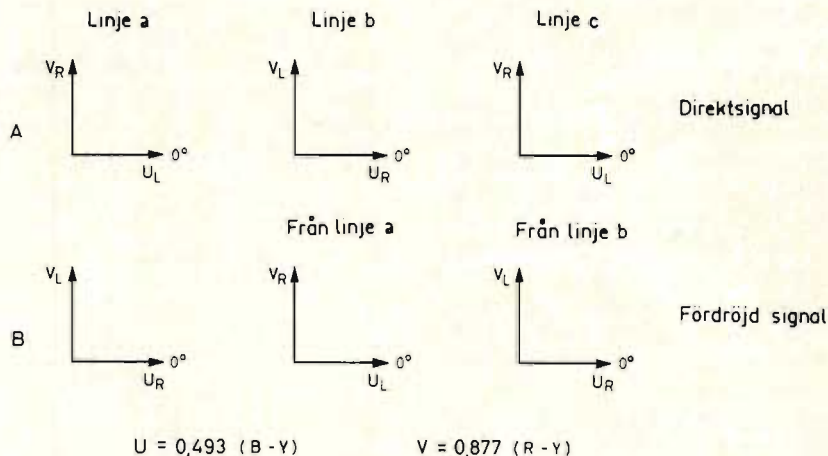
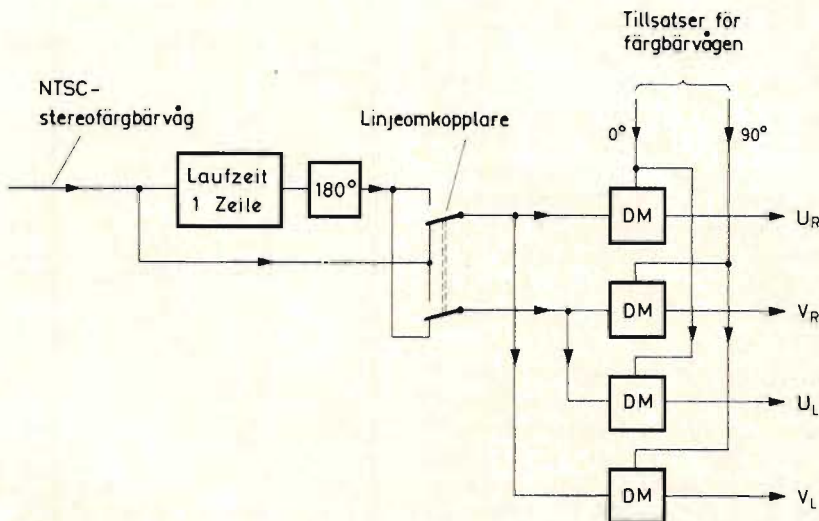

Fig 4. Färgbärvågskomponenterna vid konsekutiv överföring av krominanssignalerna för höger (R) och vänster (L).
Fig 5. Schema för demodulering av den konsekutivt modulerade stereofärgbärvägen enligt *fig 4*. Linjeomkopplarnas läge motsvarar linje *b*.
*Fig 4*, rad *A*, visar den direkta signalfölj- den för en NTSC-färgbärvåg under det att rad *B* visar samma signal fördröjd med en linjeperiod.  $U$  anger de med 0,493  $(B-Y)$  och  $V$  de med 0,877  $(R-Y)$  modulerade färgbärvågkomponenterna. Index  $R$  beteck- nar högra bilden och  $L$  vänstra bilden.
Stereobärvägen demoduleras enligt *fig 5*. Det iritade kontaktläget gäller för den direkta signalen från linje *b* och den fördröj- da signalen från linje *a* i *fig 4*. Man får alltså krominanssignalerna för högra och vänstra bilden samtidigt. För denna färgstereosignal med  $Y_R$  upp till 2,5 MHz och  $Y_{L-R}$  mellan 2,5 och 5 MHz och konsekutivt modulerad stereofärgbärvåg vid 4,4 MHz kan man vänta väsentligt bättre kompatibilitet. Schemat i *fig 5* gäller även för PAL-färgbärvågmodulering, om färgbärvågkomponenterna  $V_L$  i stereofärgbärvägen överförs med fasläget  $270^\circ$  och demodulatorn för  $V_L$  förses med en färgbärvågtillsats med fasläget  $270^\circ$ . Be- träffande kompatibel mottagning med en nor- mal PAL-mottagare erhåller man den för- delen att färgbärvågkomponenterna för högra och vänstra bilderna sammanjämkas till följd av fördröjningsanordningen. Där- emot uppstår vid mottagning med 3D-färg- TV-mottagare vid PAL-stereomodulering den svårigheten att signalerna  $Y_R-Y_L$  och den modulerade färgbärvägen genom an- vändningen av en extra fördröjningsanord- ning endast blir svagt åtskilda. Vid NTSC- modulering erhålls en väsentligt bättre sepa- rerings- och separeringssvårigheterna skulle för- svinna om man kunde överföra de båda lu- minanssignalerna konsekutivt inom områ- det 0–2,5 MHz.